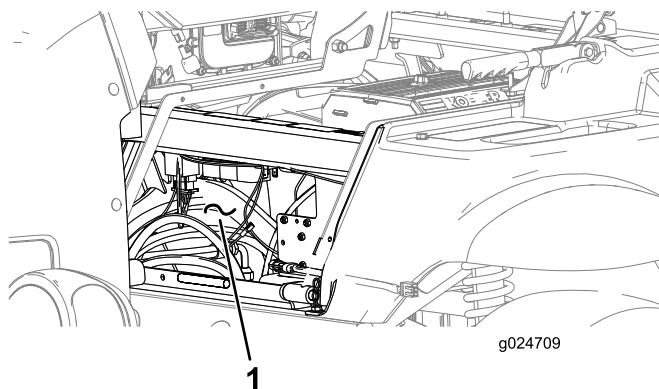

Figura 5
1. Encaminhe a cablagem através da parte da frente do resguardo do banco (Figura 5).